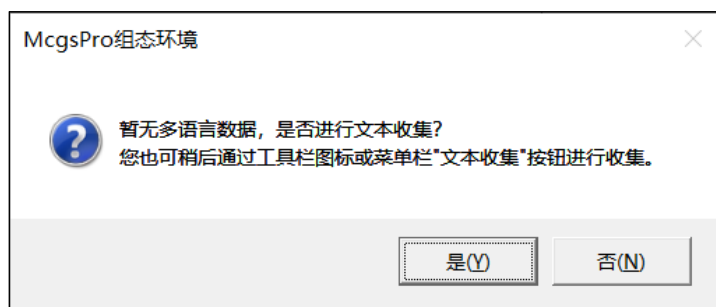

图 12.1-6 询问是否进行文本收集的对话框
② 如果是第一次设置，会弹出对话框询问是否进行文本收集，如图 12.1-6 所示，选择【是】。文本收集功能是指当前组态工程中，部分构件或功能模块的某些文本项目，未使用多语言，可通过文本收集功能统一收集这些未使用多语言的文本，并自动给它们分配多语言 ID，使之成为多语言项目并可在多语言中心进行统一编辑，无需逐个构件或功能模块进行编辑。